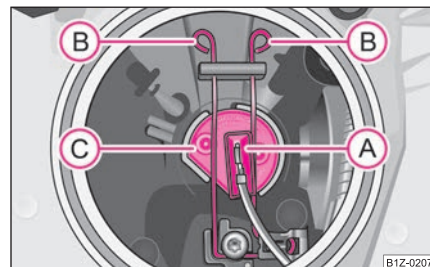

Fig. 233 Desmontaje de la bombilla para luz de carretera
- Retire el enchufe (A) ⇒ fig. 233.
- Presione el estribo de alambre (B) en el sentido del faro y, a continuación, desengánchelo a un lado.
- Saque la bombilla (C) y coloque una nueva de tal modo, que las lengüetas de fijación del zócalo de la bombilla encajen en los rebajes del reflector.